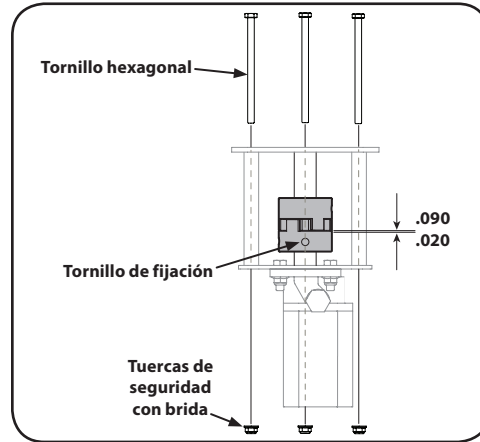

Figura 5-5
1. Retire las tres tuercas que ajustan la bomba al protector del acoplamiento. Hay dos tuercas en las esquinas de abajo y una en el centro, arriba. Vea la Figura 5-5.
10. Establezca .020" a .090" de una liquidación / brecha entre el nylon "araña" y el motor de la mitad del acoplamiento deslizando un calibrador entre el nylon "araña" y la mitad del acoplamiento del motor y mover el medio acoplamiento de la bomba según sea necesario. Instale el tornillo de fijación y el par de 78 pulgadas-libras para asegurar el acoplamiento mitad bomba. Vea la Figura 5-5.